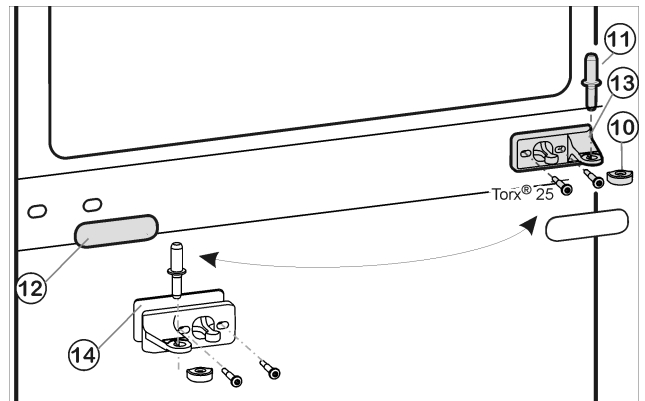
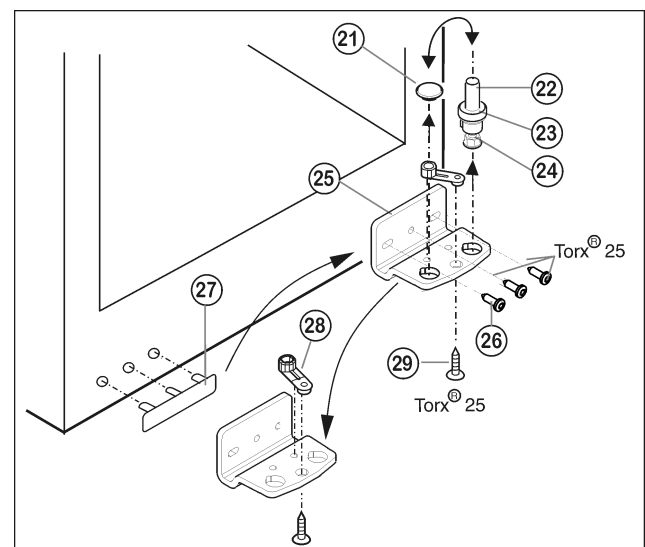

Fig. 5
Fig. 6
- ▶ Lagerbolzen Mitte Fig. 5 (11) aus dem Lagerbock und der unteren Tür herausziehen.
- ▶ Kunststoffkappe Fig. 5 (10) abziehen.
- ▶ Lagerbock Mitte Fig. 5 (13) abschrauben (2 mal Torx® 25).
- ▶ Abdeckblende Fig. 5 (12) vorsichtig abziehen.
- ▶ Lagerbock Mitte Fig. 5 (13) mit Unterlage Fig. 5 (14) um 180° gedreht auf die neue Scharnierseite **fest (mit 4 Nm)** anschrauben.
- ▶ Abdeckblende Fig. 5 (12) um 180° gedreht auf der neuen Griffseite wieder aufrasten.
- ▶ Lagerbolzen Fig. 6 (22) komplett, mit Scheibe Fig. 6 (23) und Stellfuß Fig. 6 (24), nach oben herausziehen.
- ▶ Stopfen Fig. 6 (21) abheben.
- ▶ Lagerbock Fig. 6 (25) abschrauben Fig. 6 (26).
- ▶ Lagerteil Fig. 6 (28) abschrauben Fig. 6 (29) und in das gegenüberliegende Aufnahmeloch des Lagerbocks umsetzen, wieder festschrauben.
- ▶ Griffseitige Abdeckung *Fig. 6 (27)* vorsichtig abheben und auf die Gegenseite umsetzen.
- ▶ Lagerbock *Fig. 6 (25)* auf der neuen Scharnierseite ggf. mit Hilfe eines Akkuschraubers **fest (mit 4 Nm)** wieder anschrauben.
- ▶ Stopfen *Fig. 6 (21)* in das andere Loch wieder einsetzen.
- ▶ Lagerbolzen *Fig. 6 (22)* komplett, mit Scheibe und Stellfuß, wieder einsetzen. Dabei darauf achten, dass der Rastnocken nach hinten zeigt.
- ▶ Untere Tür von oben auf Lagerbolzen unten *Fig. 6 (22)* aufsetzen.
- ▶ Die Kunststoffkappe *Fig. 5 (10)* wieder auf den Lagerbock Mitte *Fig. 5 (13)* aufsetzen.
- ▶ Lagerbolzen Mitte *Fig. 5 (11)* auf der neuen Scharnierseite durch den Lagerbock Mitte *Fig. 5 (13)* in die untere Tür einsetzen.
- ▶ Obere Tür auf den Lagerbolzen Mitte *Fig. 5 (11)* setzen.
- ▶ Die Türen eventuell über die beiden Langlöcher im Lagerbock unten *Fig. 6 (25)* und Lagerbock Mitte *Fig. 5 (13)* fluchtend zum Gerätegehäuse ausrichten. Dazu mittlere Schraube im Lagerbock unten *Fig. 6 (25)* herausdrehen.